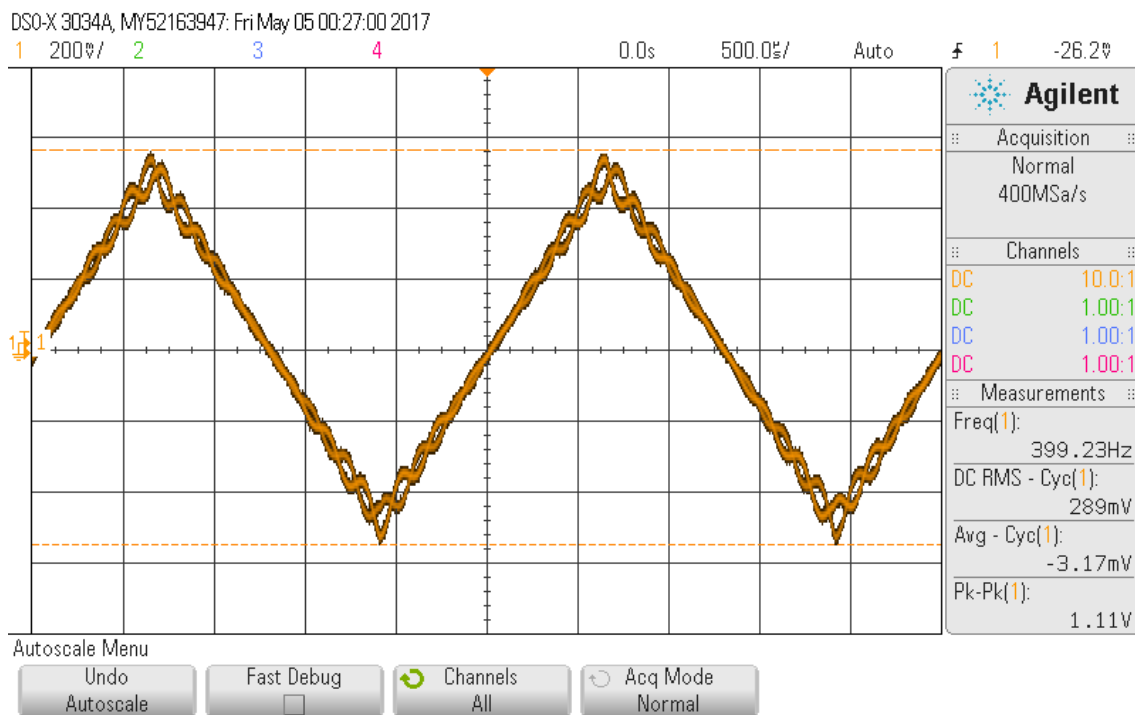

Figure 12: Moduliertes Signal
- Mittels Cursorfunktion wird die Amplitude gemessen. Dazu wird ein Y-Cursor am Minimum und ein Y-Cursor am Maximum angelegt. Es wird jeweils der Abstand des Cursors zur X-Achse angezeigt (Abbildung 12).
- Mittels Cursorfunktion wird die Periodendauer gemessen. Dazu wird ein X-Cursor am positiven Sprung des Rechtecksignals und ein zweiter X-Cursor an der gleichen Stelle eine Periode später angelegt (Abbildung 12)